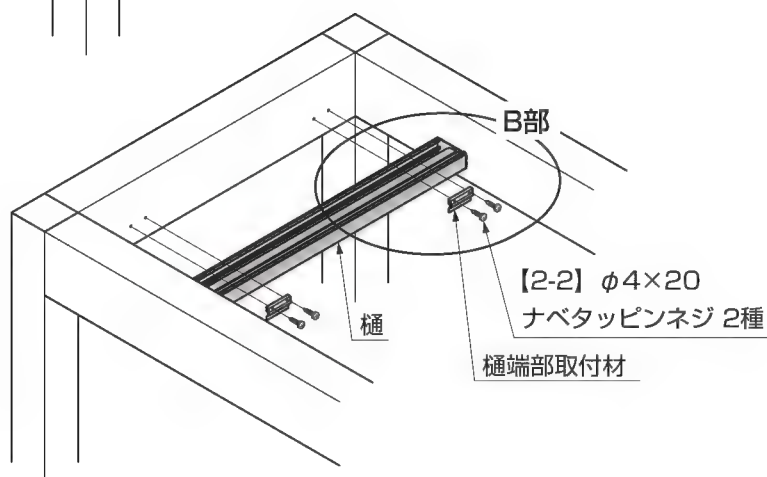

図2-14 1スパンの場合
- 1スパンへの樋の取付けは樋端部取付材で取付けます。(図2-14参照)